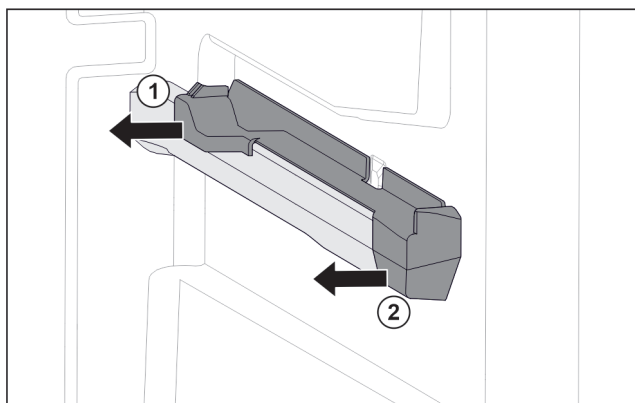

Fig. 75 Natični nastavek na desnemu nastavku za posodo
- Natični nastavek zadaj izvlecite v stran. Fig. 75 (1)
- Natični nastavek spredaj izvlecite v stran. Fig. 75 (2)